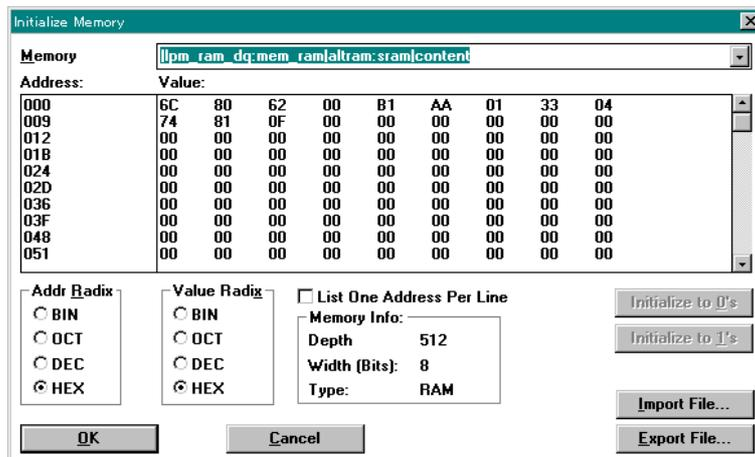

図 5: メモリの内容の設定
3. Initialize→Initialize Memory... を開きます (図 5)。